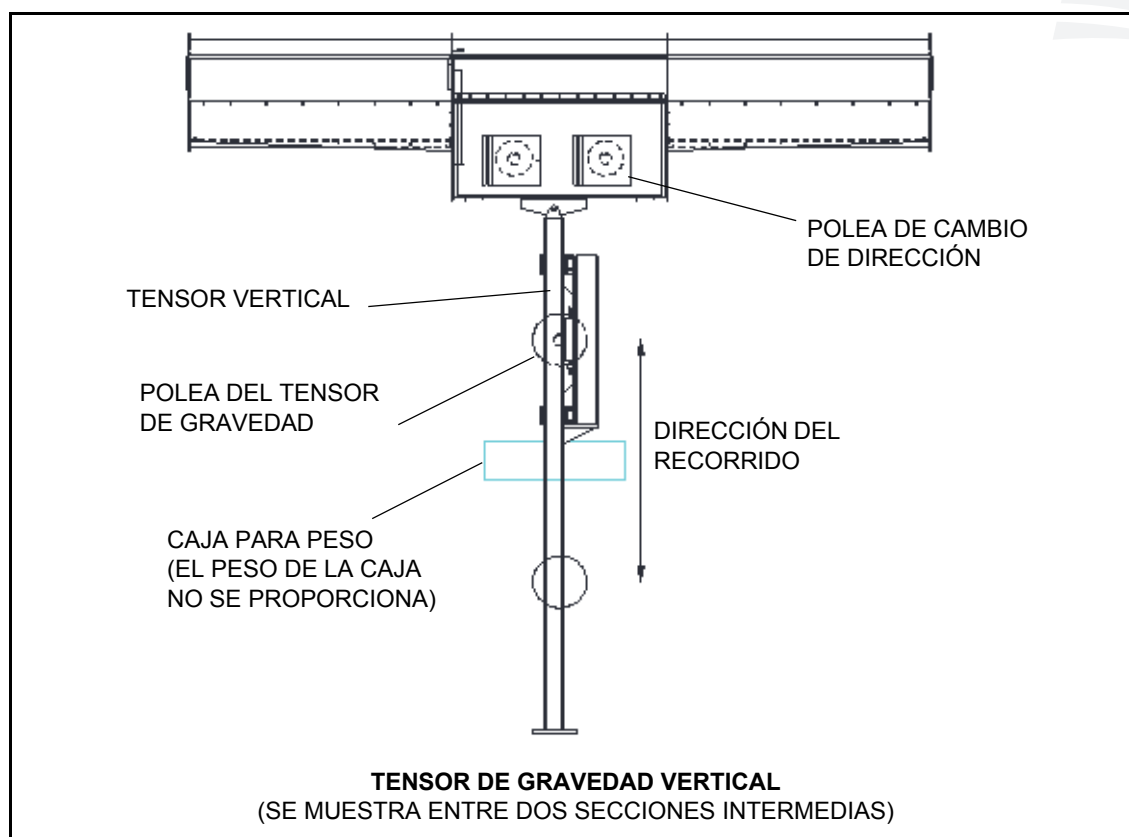

Figura 3.11
1. Instale el conjunto del tensor de gravedad vertical como se muestra en la Figura 3.11. Consulte el plano general.